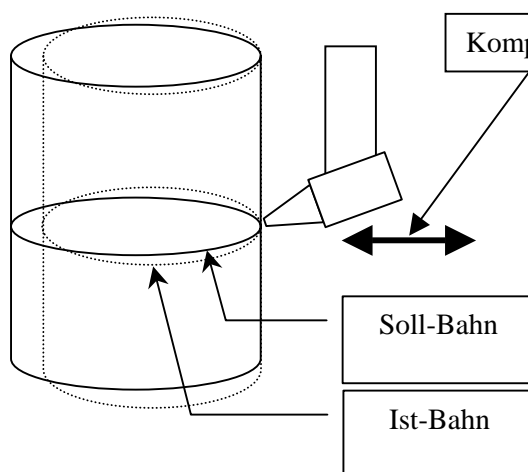

Abb. 3
- die Funktion SKAT_ON erlaubt die Festlegung der Ebene, die konstant gehalten werden soll und auf der die Kompensation ausgeführt werden soll (Abb. 3);